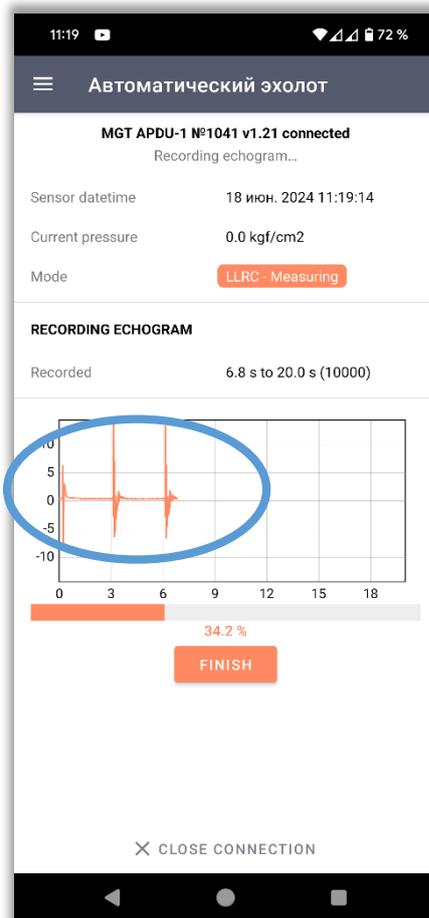

рис.6
- 14) При получении откликов с высокой амплитудой, при которых определяется неверное значение уровня жидкости в скважине, которое видно на графике, либо при получении шумов, возникающих при работе станка-качалки, необходимо уменьшить в настройках датчика чувствительность микрофона на меньшее значение и повторить запись эхограммы. (рис.6)